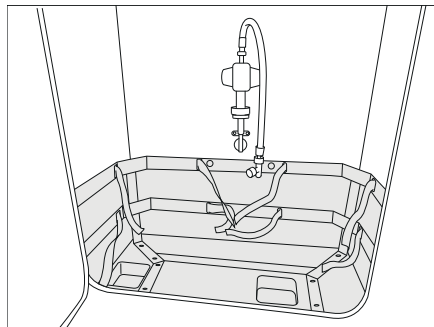
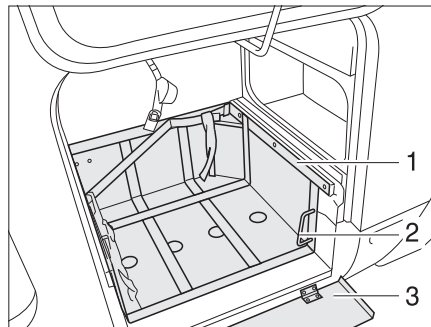

Fig. 204 Caja para bombonas de gas
Fig. 205 Caja para bombonas de gas, con carro extraíble
- Si se dispone de una chapa protectora, plegar la chapa protectora (Fig. 205,3) hacia abajo.
- Desbloquear el carro (Fig. 205,1) a través del tirador (Fig. 205,2).
- Extraer el carro (Fig. 205,3) hasta el tope.
- Girar el tirador (Fig. 205,2) hacia atrás.
- Desbloquear el carro (Fig. 205,3) a través del tirador (Fig. 205,2).
- Introducir el carro (Fig. 205,3) hasta el tope y girar el tirador (Fig. 204,2) hacia atrás.
- Si se dispone de una chapa protectora, plegar la chapa protectora (Fig. 205,1) hacia arriba.